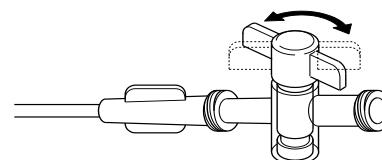

図 1
- バルーンルーメン上の活栓をカテーテルと平行位置に回転させバルーンルーメンを開放する。(図 1)